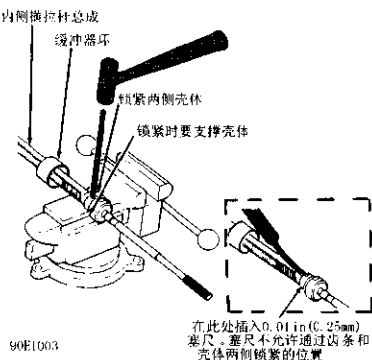

图 6-11 卷边锁紧并检查内侧横拉杆
- ① 凡松开或拆卸过的螺栓均应该更换新的
② 为了对齐开口销孔，螺母拧紧力矩最小值为 35lb·ft (47N·m)，最大值为 52lb·ft (71N·m) 严格禁止后退螺母来与开口销孔对齐
③ 对于 W 车身，拧紧到 18lb·ft (25N·m)，然后再拧紧 180°。
2) 对于 W 车身的车型，确保内侧横拉杆在所有方向均可自由地转动，然后将内侧横拉杆的两面卷边锁紧使其与齿条平面贴合（图 6-11）。通过在齿条和横拉杆壳体之间插入一个 0.01in (0.25mm) 的塞尺，确认两个锁紧边均符合要求，也就是说，塞尺不能通过齿条和壳体之间的锁紧部位。